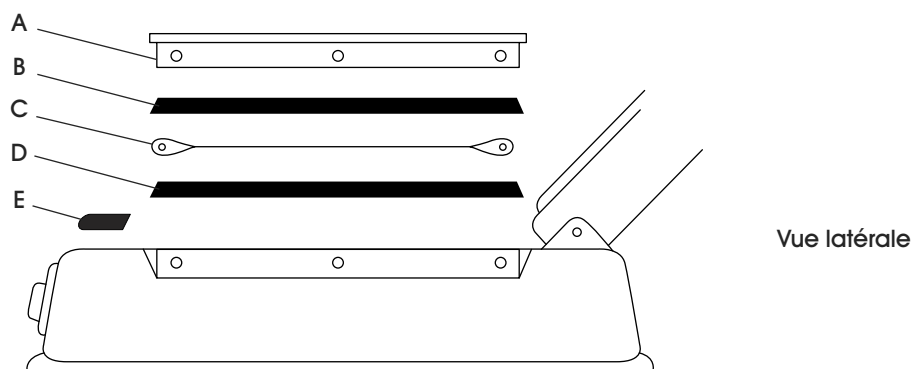

Figure 1
1. Retirez les vis ainsi que les plaques de protection (A) et le revêtement supérieur en PTFE (B). Retirez le couvercle de l'élément chauffant (E). Retirez l'élément (C) des bornes de branchement. (Voir Figure 1)
2. Si le ruban adhésif en PTFE inférieur (D) est usé, brûlé ou déchiré, il doit être changé. Le ruban en PTFE isole l'élément du boîtier de la soudeuse pour assurer le bon fonctionnement de la soudeuse. (Voir Figure 1) Si cette bande n'est pas usée, passez à l'étape 5.